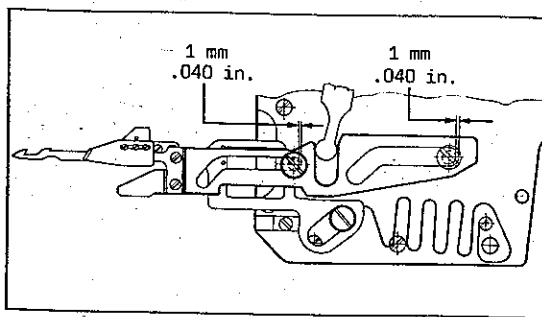

Fig.38
After making this setting check with needles in up position and lower knife swung to its left end position the distance at the right ends of slots (C). The distance should be at least 1 mm (.040 in.) (see Fig. 38).
Zur Einstellung entfernen Sie die Sicherungsscheibe (D), drücken den Mitnehmer (E) nach unten, drehen den Mitnehmerbolzen (F) entsprechend ein oder aus und Koppeln am Hebel wieder an. Überprüfen Sie nach dieser Einstellung bei obenstehenden Nadeln und in die linke Endstellung geschwenktem Untermesser den Abstand an den rechten Enden der Schlitz (C). Der Abstand muß mindestens 1 mm betragen (siehe Fig. 38).